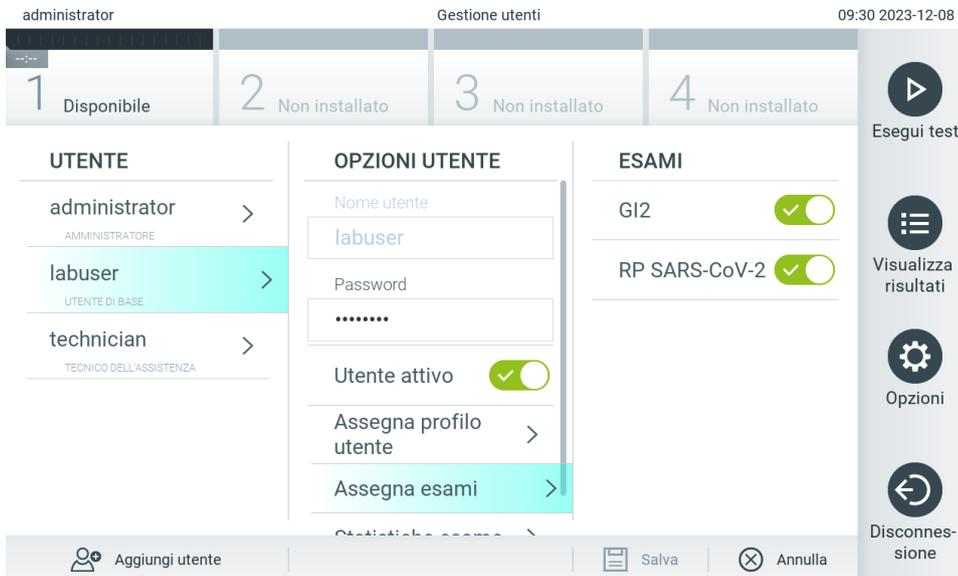

Figura 53. Assegnazione di esami agli utenti.
- Assign Assays (Assegna esami): permette di definire gli esami del database degli esami che l'utente può eseguire. Selezionare gli esami dall'elenco a destra dell'area dei contenuti (Figura 53).